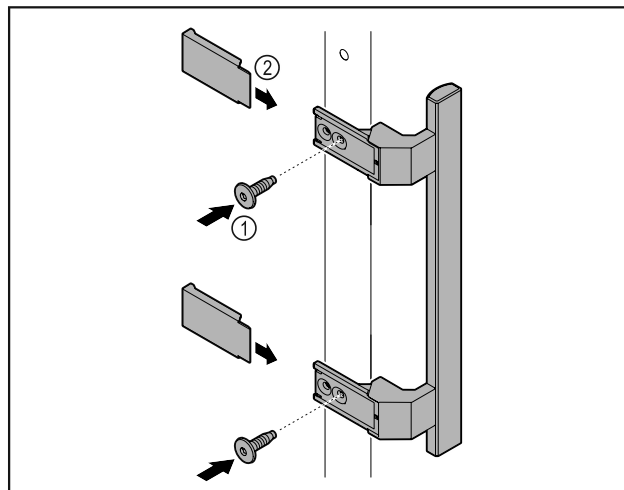

Fig. 8
- ▶ Meegeleverde greep met de meegeleverde schroeven Fig. 8 (1) op de deur aanbrengen.
- ▶ Afdekplaatje Fig. 8 (2) plaatsen.